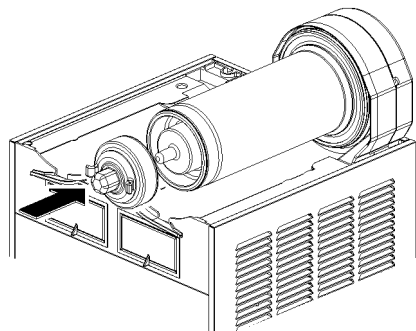

figure 14
- 5 Introduire le rotor magnétique extérieur dans l'évaporateur en veillant à l'accompagner jusqu'au fond (voir figure 14).